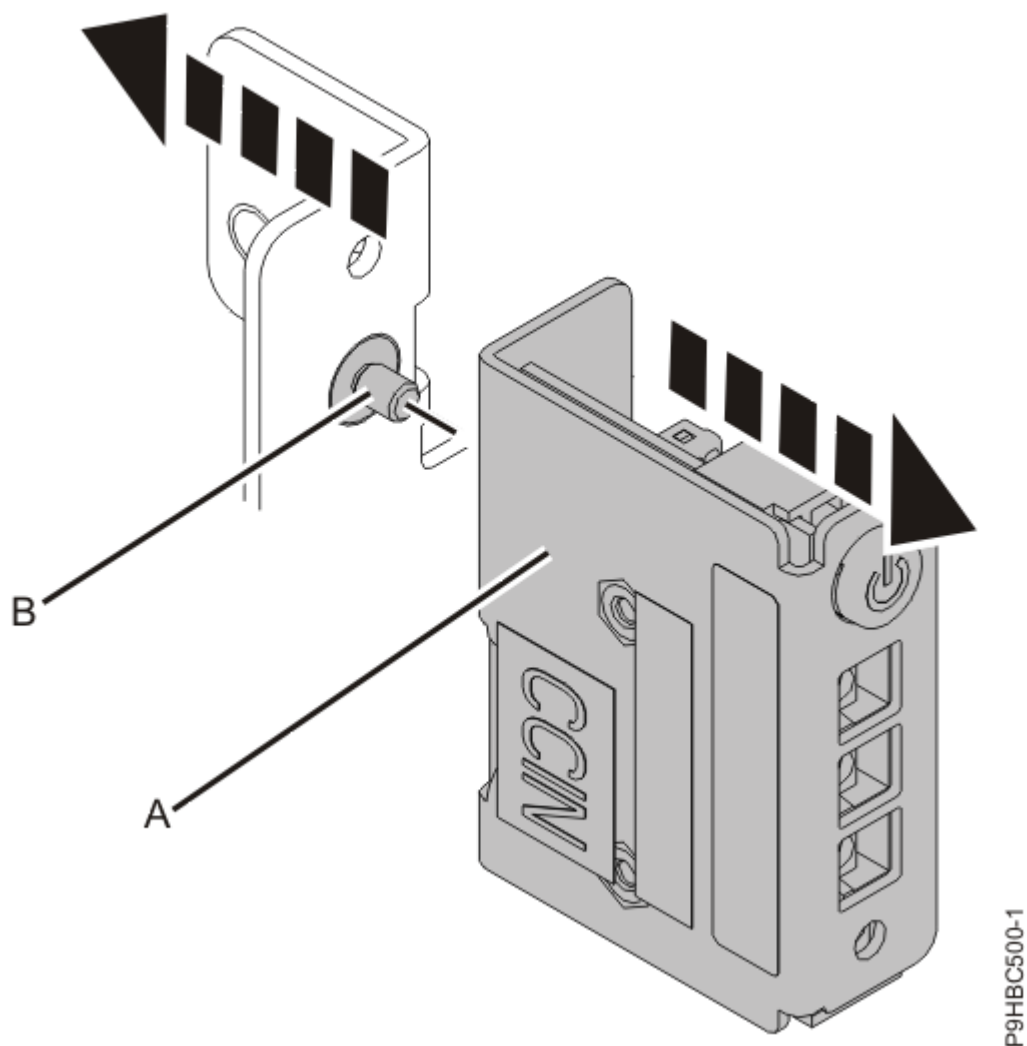

*Figura 62. Desconnexió del cable del panell de control de la placa posterior del sistema per un sistema muntat en bastidor*
3. Desconnecteu el cable del panell de control de la placa posterior del sistema tal com es mostra a la Figura 62 a la pàgina 67 o la Figura 63 a la pàgina 68.